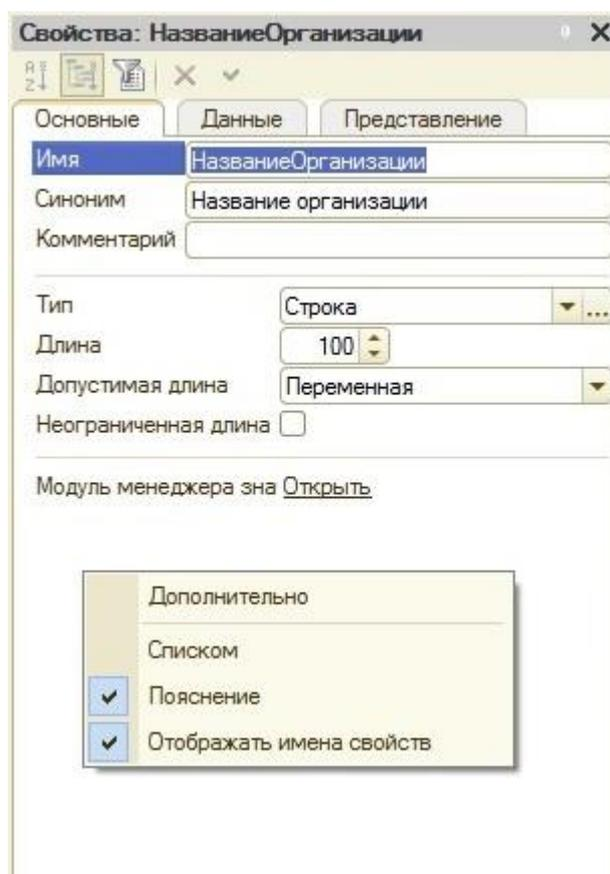

Рис. 4. Окно свойств константы
При создании любого прикладного объекта, открывается окно свойств объекта конфигурации. На рис. 4 представлено окно свойств при создании новой константы «НазваниеОрганизации».
**организации»** (рис. 4). Синоним можно изменить, это никак не повлияет на имя. Но если поменять имя, то автоматически изменится и синоним.